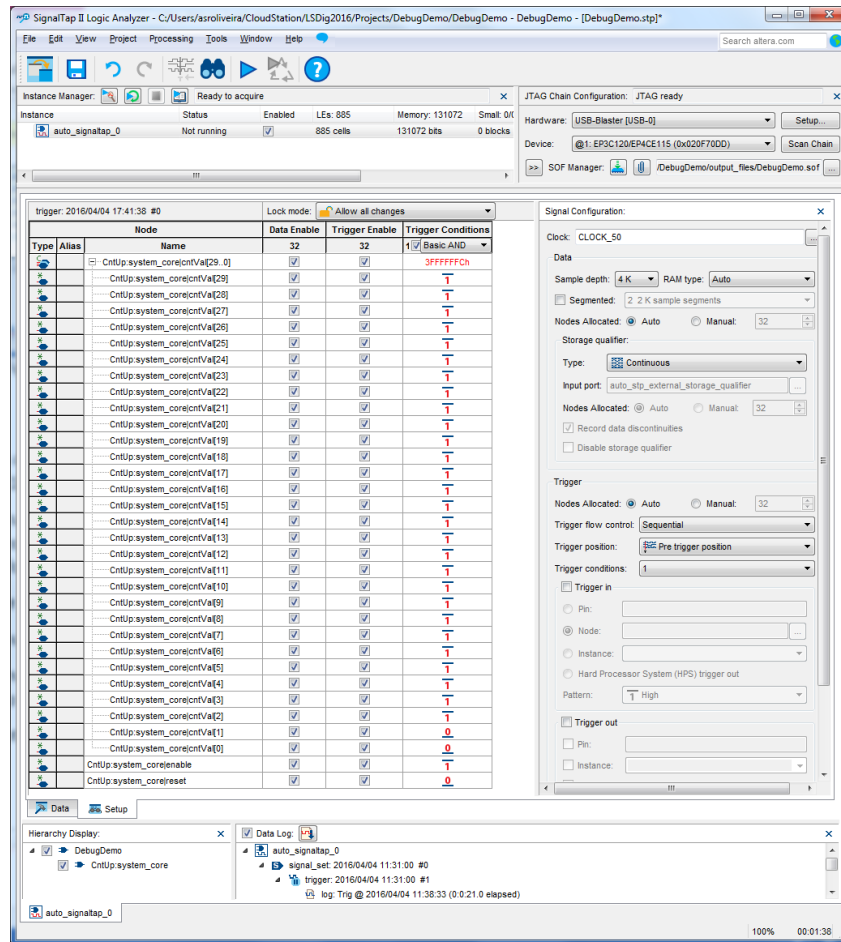
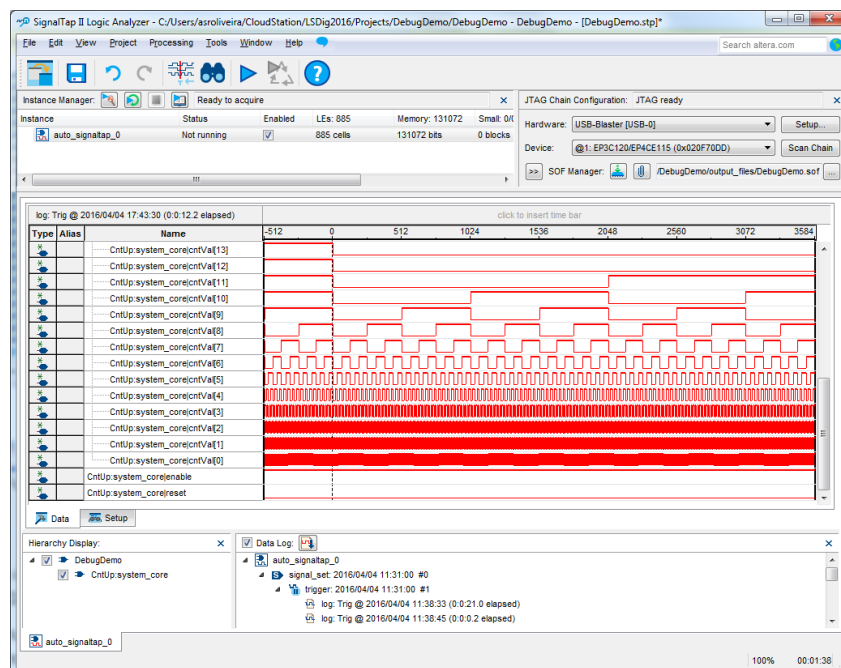

Figura 26 – Configuração do instante de disparo da captura (*trigger*) com base no valor dos sinais *reset*, *enable* e *cntVal*.
Figura 27 – Janela “Data” da aplicação “SignalTap Logic Analyzer” depois de uma nova aquisição, onde foi capturado o *wrap-around* do contador.
10. Podem ser visualizados instantes particulares da contagem se forem definidas condições de *trigger* mais restritas. A título de exemplo, pode ser visualizado o instante de *wrap-around* do contador através da atribuição do valor “11...100” a *cntVal*, o que leva a que a captura seja disparada três ciclos de relógio antes do contador voltar à contagem “00...00” (Figura 26). Volte a executar o comando “Processing → Run Analysis” para efetuar a captura (Figura 27).